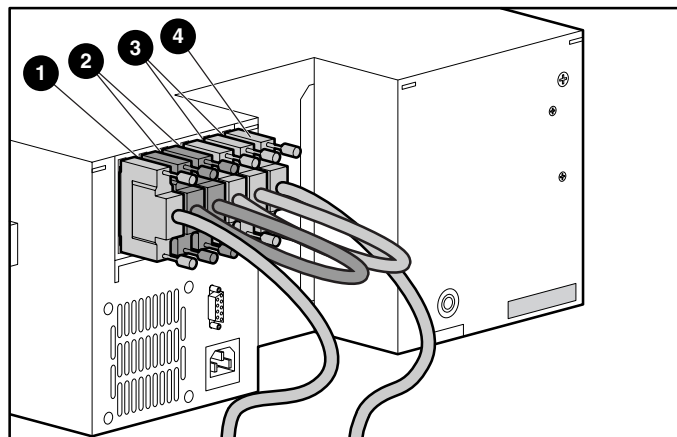

Abbildung 1. Anschließen der Kabel an die MiniLibrary
2. Schließen Sie die Kabel an die MiniLibrary an (siehe Abbildung 1).
2. Schließen Sie die Kabel an (siehe hierzu Abbildung 1 und 2).